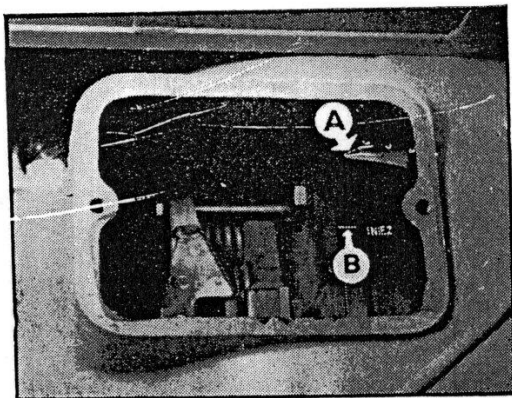

FIG. 28. — Repérage du point d'injection sur le volant moteur.
11° CALAGE DE LA POMPE A INJECTION (fig. 28 et 29) :
- 4° Faire tourner le vilebrequin moteur, jusqu'à ce que le repère « **FINE INIEZ** » (**rep. B, fig. 28**), gravé sur le volant, corresponde exactement avec l'index fixe (**rep. A, fig. 28**) (**ce repère est situé 5° avant le point mort haut**).
- 8° Au moyen de la manivelle, faire tourner le moteur jusqu'à ce que le repère « **fine Iniez** » (**rep. B, fig. 28**) gravé sur le volant, corresponde avec l'index fixe (**rep. A, fig. 28**).
- 12° Contrôler alors si le repère « **FINE INIEZ** » gravé sur le volant, coïncide avec l'index fixe (**A, fig. 28**).
- d) Au moyen de la manivelle, faire tourner le moteur jusqu'à ce que le repère « **FINE INIEZ** » (**rep. B, fig. 28**) gravé sur le volant, corresponde avec l'index fixe (**rep. A, fig. 28**).